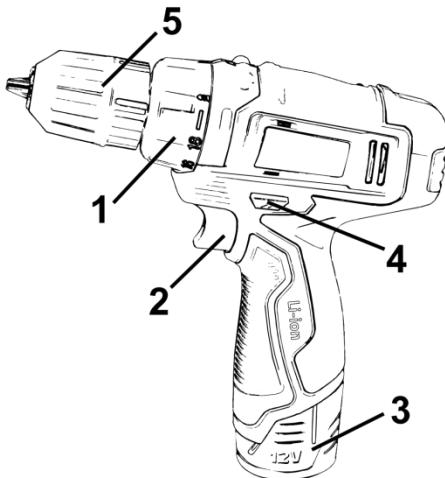

Рисунок 1
5.1.2 Встановіть необхідний крутний момент за допомогою кільця регулятора моменту затягування (1) (рисунок 1).
5.3 Для включення виробу натисніть на клавішу вимикача (2, рисунок 1). Для відключення виробу слід клавішу відпустити. Регулювання швидкості обертання патрона здійснюється ступенем натискання на клавішу вимикача.